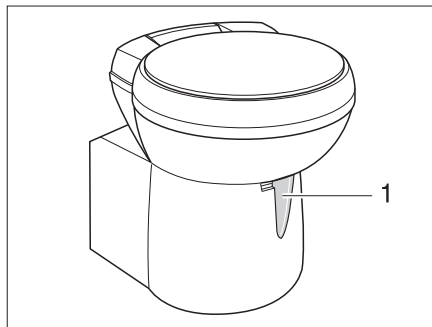

Fig. 262 Cuvette Thetford, orientable
- Avant d'actionner la chasse d'eau, ouvrir le curseur des toilettes Thetford. Pousser pour cela le levier du curseur (Fig. 262,1) dans le sens inverse des aiguilles d'une montre.
- Pousser le levier du curseur (Fig. 262,1) dans le sens des aiguilles d'une montre. Le curseur se ferme. Pour la vidange il **faut** que le curseur des toilettes Thetford soit fermé.